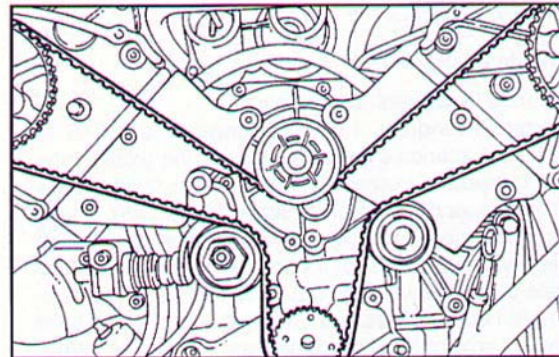

Fig. 295 ▼
- inserire la cinghia di distribuzione ed effettuare il montaggio a partire dall'ingranaggio sull'albero motore (Fig. 295), procedendo in senso antiorario (galoppino sinistro, puleggia sinistra, galoppino centrale, puleggia destra, galoppino destro), quindi far compiere due giri completi all'albero motore, fermandosi con il cilindro n° 1 al PMS;
- insert the timing belt and proceed with assembly starting from the crankshaft gear (Fig. 295), and moving in the anti-clockwise direction (left pulley support, left pulley, central pulley support, right pulley, right pulley support), make the crankshaft perform two full turns and bring cylinder no. 1 back to TDC;